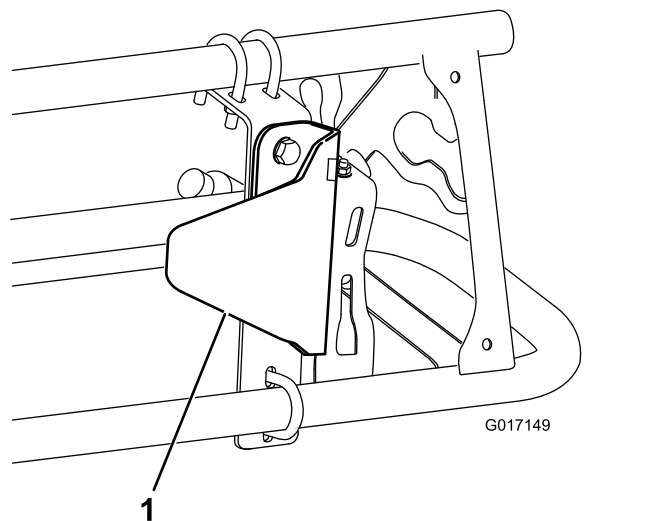

Figura 17
- Suport de montare (2)
- Contrapiuliță (1/4") (12)
- Montai suportul protecției senzorului i suportii de montare utilizând 2 uruburi (5/16 x 3/4") i 2 piulițele cu guler (5/16") aa cum este indicat în Figura 17.